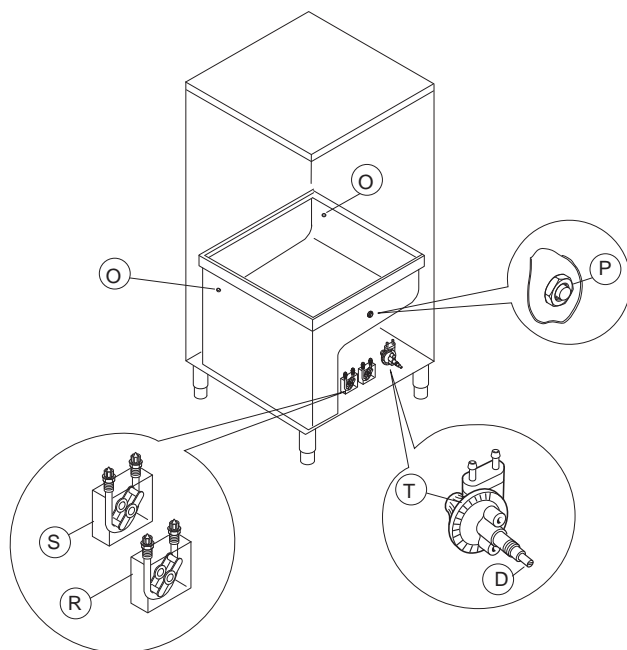

Fig. 12
1. Diskmaskin med inbyggd doseringsbehållare för diskmedel (Fig. 12)
2. Diskmaskin med inbyggd självsugande doseringspump för sköljmedel (Fig. 12)
3. Diskmaskin med inbyggd doseringspump med membran för sköljmedel (Fig. 12)
Förberedelse för automatisk doseringsbehållare för diskmedel (Fig. 12)
I diskmaskiner med tryckgenomströmmare kan doseringsbehållaren med membran aktiveras manuellt genom att man trycker på skruven "D" (Fig. 12).
Använd  på skruven "D" för att ändra doseringen (Fig. 12).